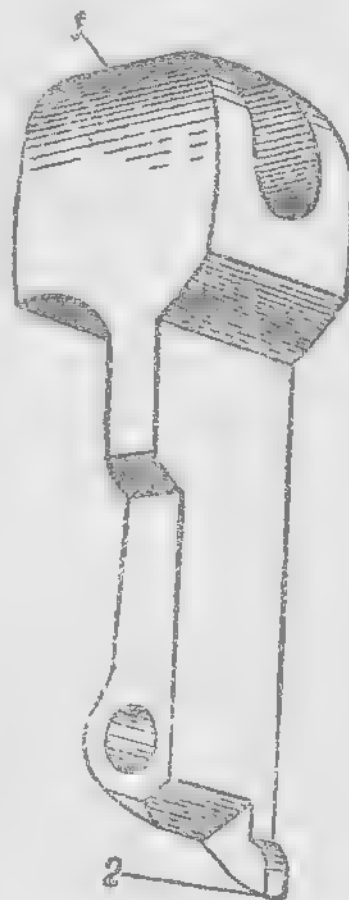

Рис. 17. Казенник:
**18. Казенник** (рис. 17) служит опорой шляпке гильзы патрона; в момент выстрела он вместе с собачкой подвигает барабан вперед. Казенник имеет: **головку** с каналом для прохода бойка курка; нижняя часть головки сзади скошена, в этот скос упирается ползун при движении вверх, заставляя казенник наклоняться головкой вперед и нажимать на шляпку гильзы; **выступ**, который от давления на него уступа опускающего ползуна заставляет казенник отклоняться головкой назад; **отверстие** для надевания на сосок рамки.